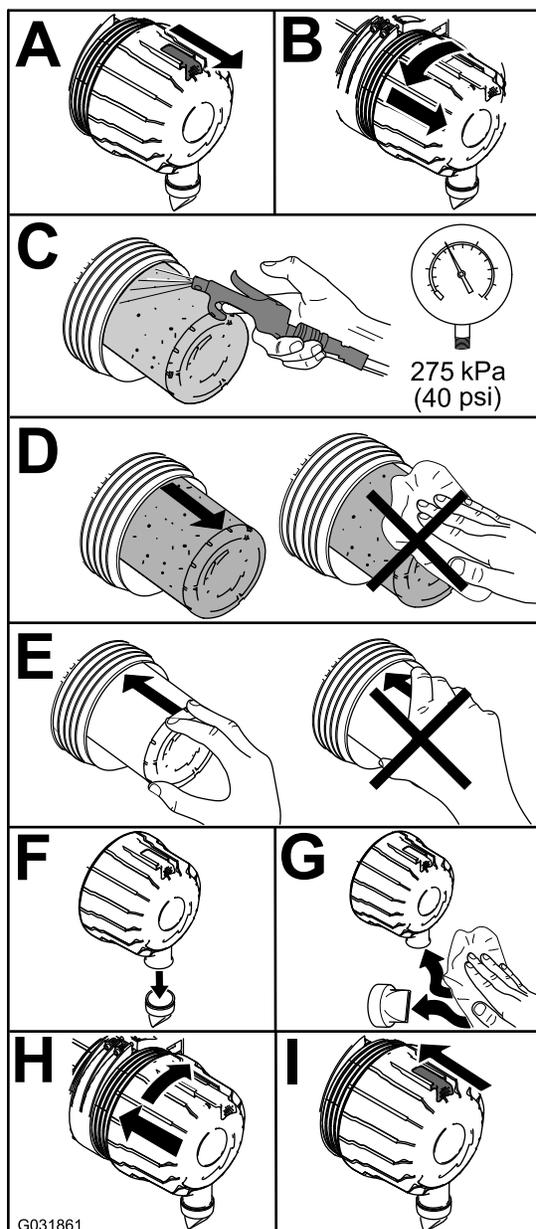

Рисунок 57
1. Замените воздухоочиститель (Рисунок 57).